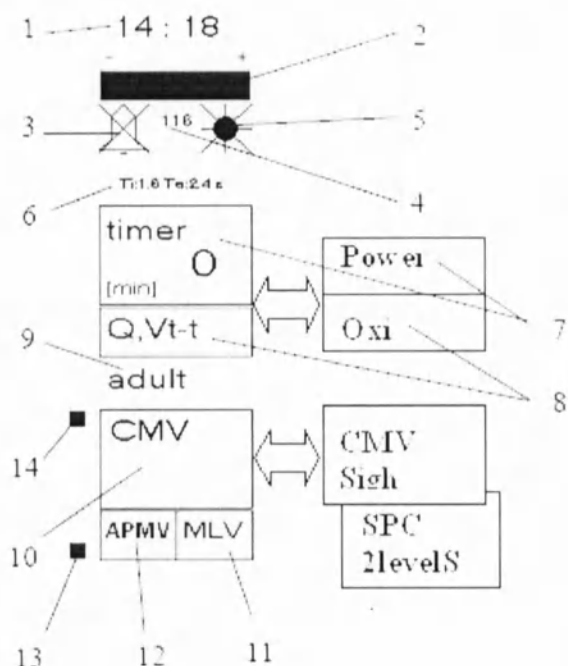

Рис. 11
2. информационное поле (рис. 11)
13. информационное **окно «Sigh»** - при активации режима Sigh в окне /10/ появляется соответствующая надпись. Аналогичные изменения происходят при активации режима **SPC 2-level** с появлением в окне /10/ соответствующей надписи (рис. 11). Процесс вдоха (Sigh) отображается в информационном поле индикатором коричневого цвета /13/.